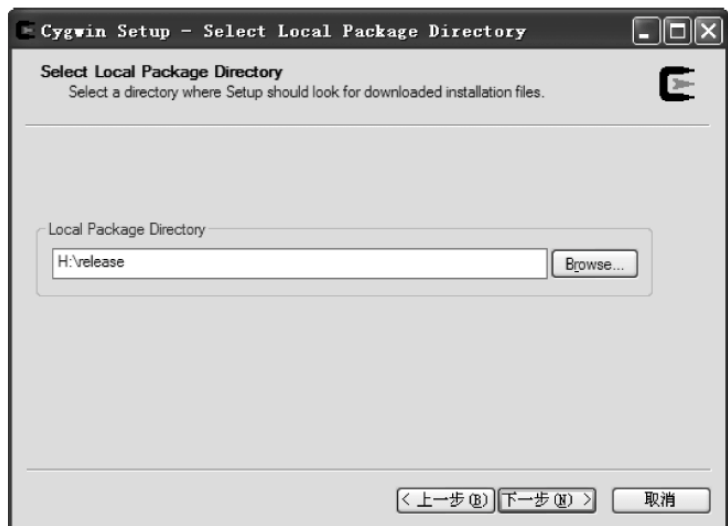

图 5.4 选择光驱 release 目录
(4) 选择本地安装包,根据实际情况,指定为虚拟光驱盘符中的 H:\release 目录,如图 5.4 所示。